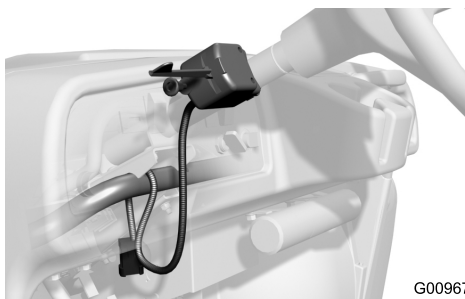

Figura 19
4. Coloque a cablagem do controlador de sinal por baixo do tablier e sobre o tubo de suporte (Figura 19).